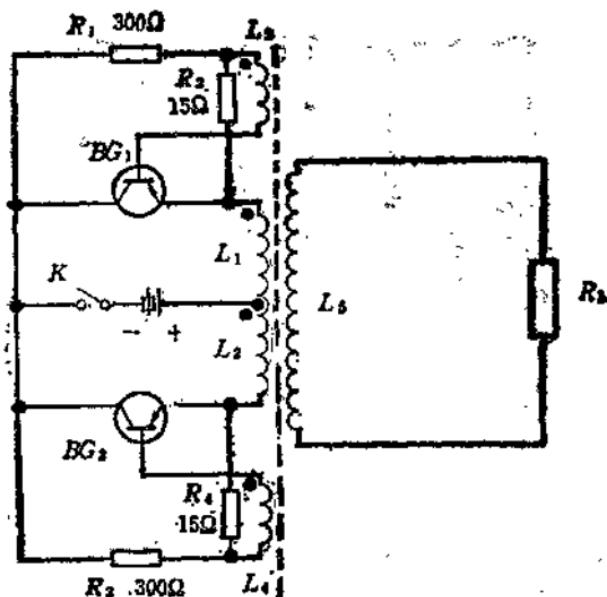

图 2-1 简易应急灯电路图
1. 电路特点：简易应急灯采用自激式推挽振荡器，用 2Z800 铋功率三极管，由于它自身管压降小、效率高。本电路采用二节大号电池，且线路简单，零件又少，仅需自绕一只振荡升压变压器及少数几个电阻元件即可，花费少且又易自制，读者不妨一试(图 2-1)。